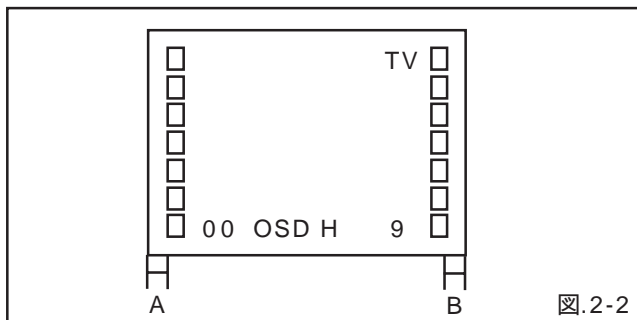

図.2-2
- a) 反射映像に歪みがある場合、歪みが消えるまでネジ①を右へ回します。
- b) 反射映像に歪みがない場合、少しの歪みが出るまでネジ①を左へ回し、その後a)の調整を行います。
3. ネジ②を回しオーディオレベルを最大にします。
4. オーディオ/コントロールヘッドの下端とテープの下端が図.2-2-Cに示す様になっているか確認して下さい。
- c) 高さがズれている場合、ネジ③を回し高さの調整を行って下さい。調整後、1～3の調整を再度行って下さい。
8. X値調整ドライバー(JG153)を図.2-2-Bの④にセットし、エンベロープの波形の出力が最大となる様にX値を調整します。この時、オーディオ波形がエンベロープ波形に対し、図.2-1-A(1)から(2)の範囲内に入っているか確認して下さい。
3. リモコン送信器の音量アップ/ダウンキーにて、AとBの差が最小になる様に調整します。(図.2-2参照)